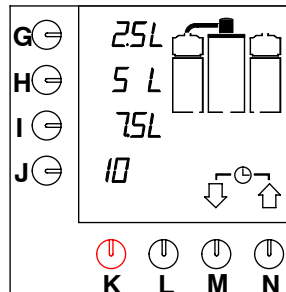

Fig. 5 Schermo con le opzioni standard
- Si accende la spia luminosa dell'interruttore. Sullo schermo vengono visualizzate le impostazioni standard (vedere fig. 5).